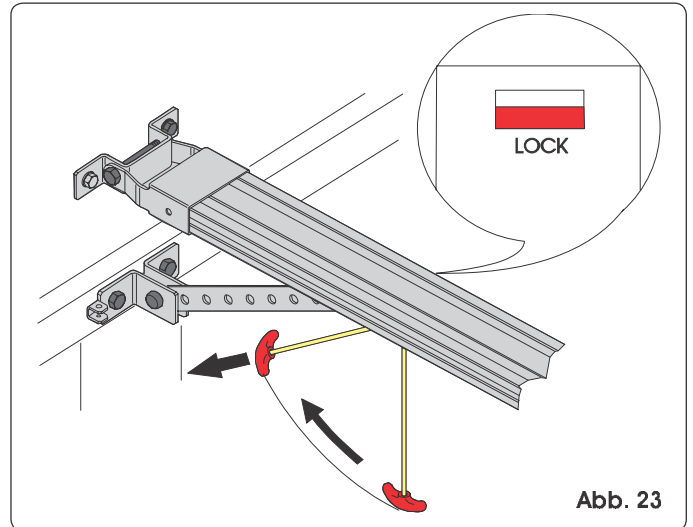

Abb. 23
- 4) Den Freigabeknauf waagrecht in Richtung des Tors ziehen (Abb. 23). Sicherstellen, dass das Fenster LOCK unterhalb des Schlittens rot ist, wenn der Freigabeknauf losgelassen wird. Das Tor so weit mit der Hand bewegen, bis der Kupplungspunkt des Schlittens erneut erreicht ist.